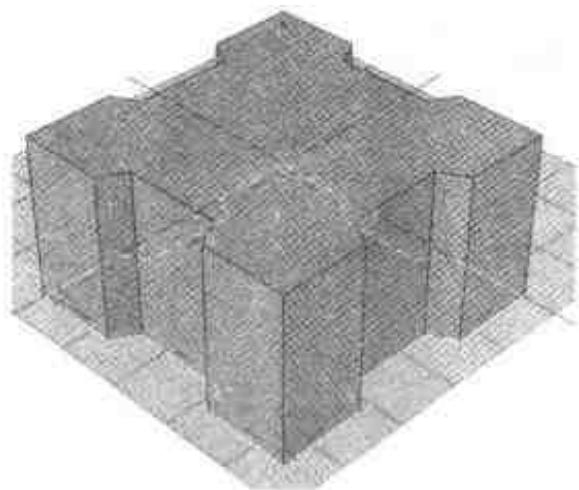

图 3.67 生成二维截面的造型
- (6) 将【长方体】图素的其余的三条边也改为上图的曲线形状。最后单击【完成造型】按钮,如图 3.67 所示。